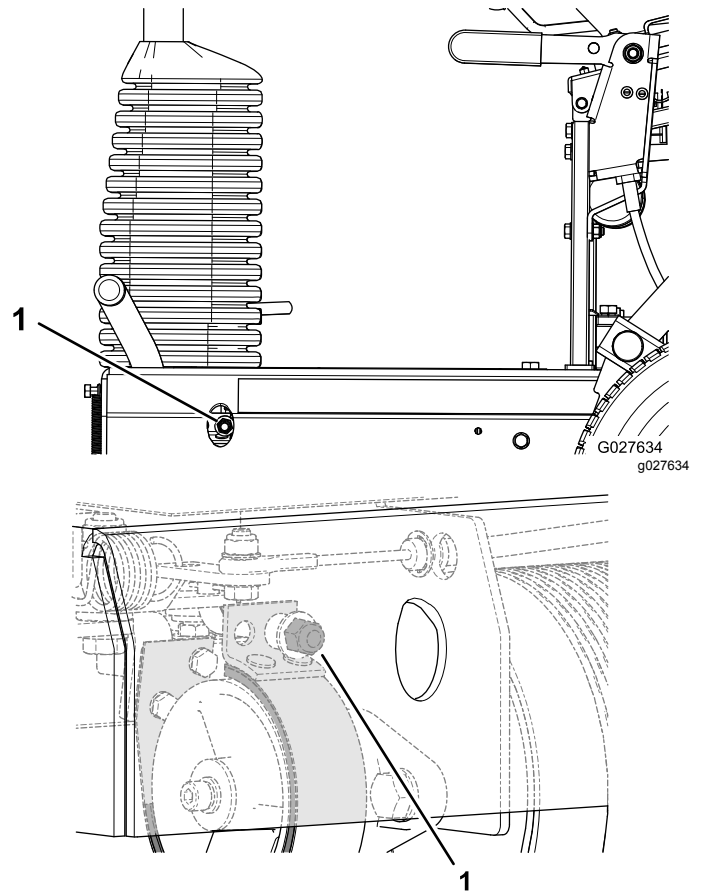

図 34
- ブレーキの効きを強くするにはブレーキロックナットを右回しに締め付ける **図 34**。
- ブレーキの効きを弱くするにはブレーキロックナットを左回しにゆるめる **図 34**。